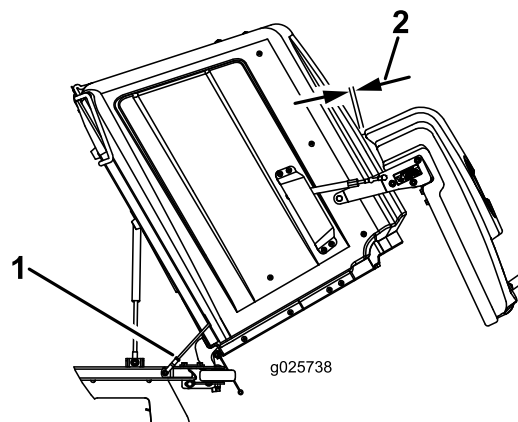

Figura 14
2. Afloje la contratuerca situada junto a la horquilla en el extremo del conjunto de cable de la puerta de la tolva/eje en cada lado, y gire el eje hasta que quede un espacio hasta la puerta trasera de 3.2–9.5 mm (1/8–3/8 pulgada), según se muestra en Figura 14.